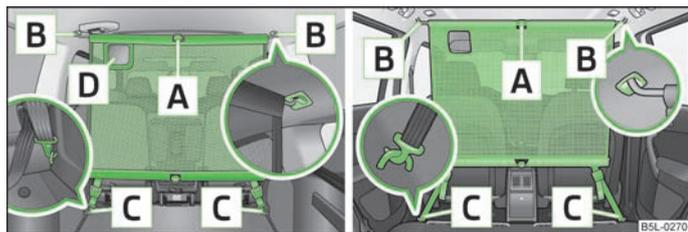

Fig. 59 Utilisation du filet de séparation à l'arrière des sièges arrière/à l'arrière des sièges avant
- Appliquez la tige transversale dans le logement **B** » fig. 59 d'abord sur un côté et poussez-la vers l'avant. Appliquez la tige transversale de la même manière dans le logement **B** de l'autre côté.
- Détachez les sangles des deux côtés et décrochez les mousquetons **C** » fig. 59.
- Appuyez sur la touche rouge de l'articulation **A** » fig. 59 - l'articulation se détache.
L'ouverture **D** » fig. 59 dans le filet de séparation sert à faire passer la ceinture de fixation trois points » page 145.